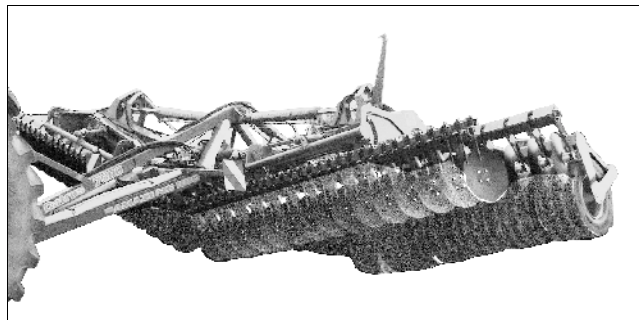

Fig. 22
- Klapp inn maskinen (Fig. 22).